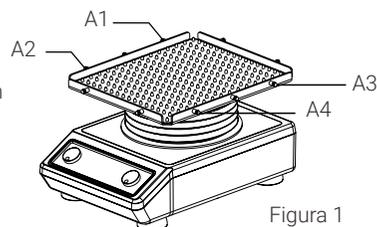

Figura 1
1. Retire el tornillo para la tira de goma en las posiciones de la A1 a la A4 como se muestra en la figura 1.